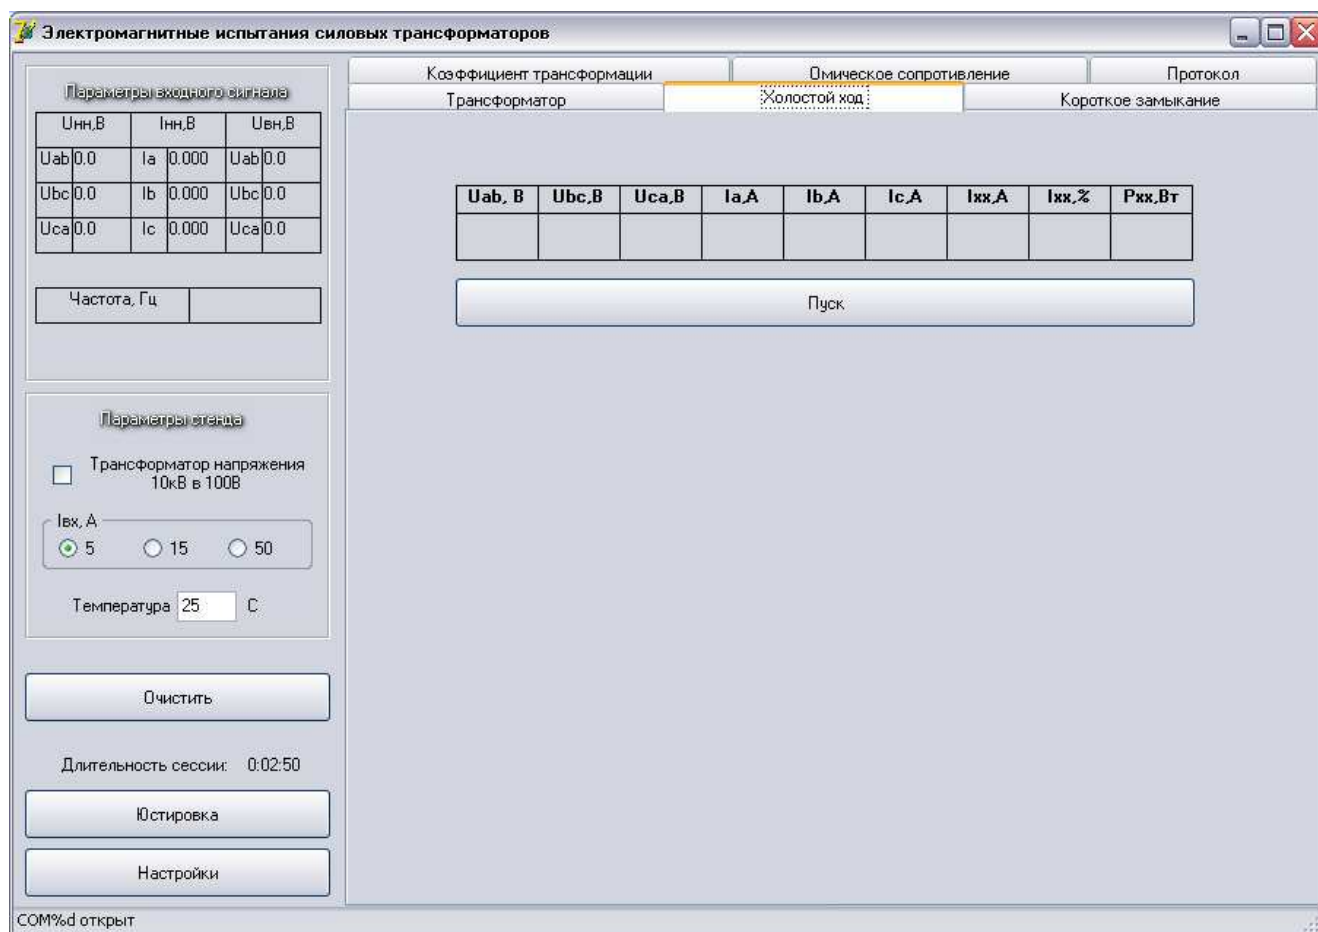

Рис. 6
2.5.2. При выборе закладки «Холостой ход» в рабочем окне открывается панель для проведения опыта XX рис. 6.